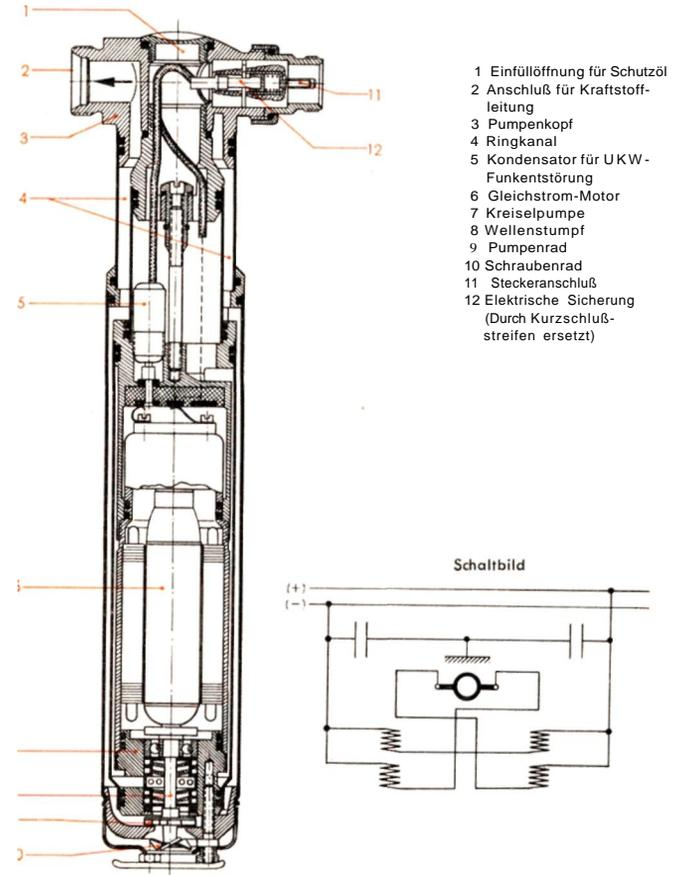

Abb. 6 Kraftstoff-Behälterpumpe
Die zum Umpumpen des Kraftstoffes benötigten Behälterpumpen (Abb.6) sind an dem Behälterkopf eines jeden eingesetzten Kraftstoffbehälters (mit Ausnahme der abwerfbaren Behälter) eingebaut. Sie bestehen im wesentlichen aus einem Gleichstrom-Motor (6), einer Kreiselpumpe (7) und dem Pumpenkopf (3). Der Pumpenkopf (3) ist mit einer Einfüllöffnung (1) für die Schutzölfüllung, einem Steckeranschluß (11) sowie einem Anschluß (2) für die Kraftstoffleitung versehen.